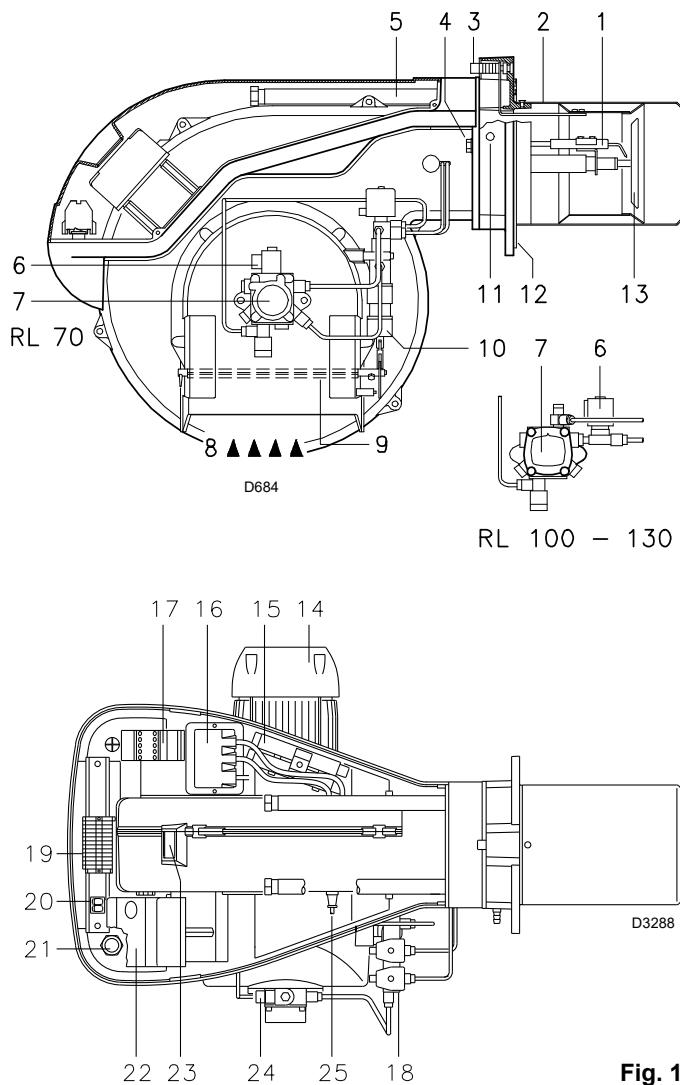

Fig. 1
4.3 Beschrijving brander (Fig. 1)
Vergrendeling van de brander: Het oplichten van de knop (rode led) van het banderapparaat 22)(Fig. 1) geeft aan dat de brander vergrendeld is.
Vergrendeling van de motor: de knop van het thermische relais 17)(Fig. 1) indrukken om de motor te ontgrendelen..
(1) spuitstuk: kort - lang
- 2 - Verlengstukken 15)(Fig. 1 voor geleiders 5) (Fig. 1)
Raadpleeg voor het transport langs het vervoerstraject de buitenafmetingen op Afb. 1.